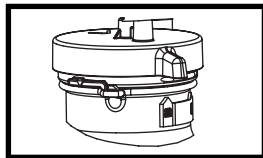

Figura 4
2. Gire el indicador de la tapa hacia la posición de encendido "On" para aplicar el jabón (Figura 4).